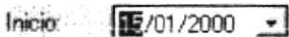

Figura 10.39. Campo Inicio.
- 2. Se debe posicionar en el campo de inicio, luego haga click en  para seleccionar del calendario el inicio del rango de fecha que desee consultar (Ver Figura. 10.39).